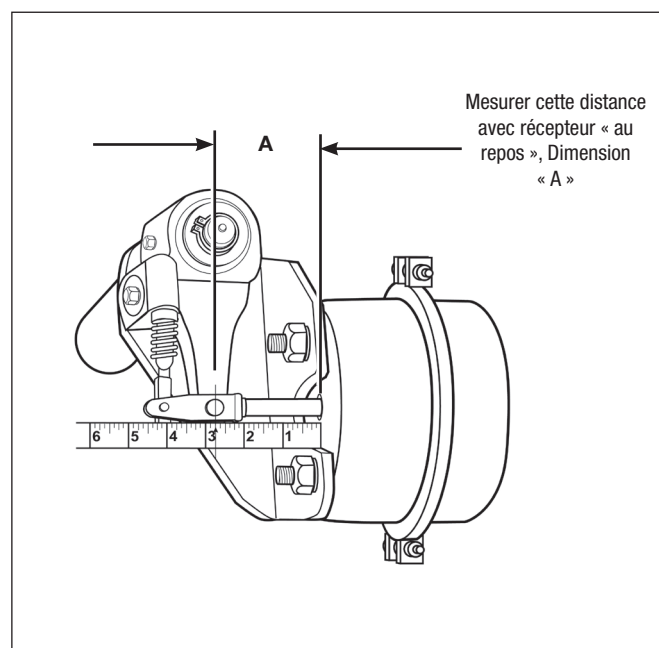

Figure 8 – Mesure, au repos
2. La tige de poussée étant entièrement rentrée, mesurer la distance entre la face du récepteur et la ligne médiane du grand axe de chape. Cf. Figure 8. Repositionner la chape si la mesure n'est pas dans les limites données dans le Tableau 2. Remesurer et repositionner jusqu'à ce que la mesure soit dans la plage des limites. Noter la distance mesurée précise (dimension « A »).